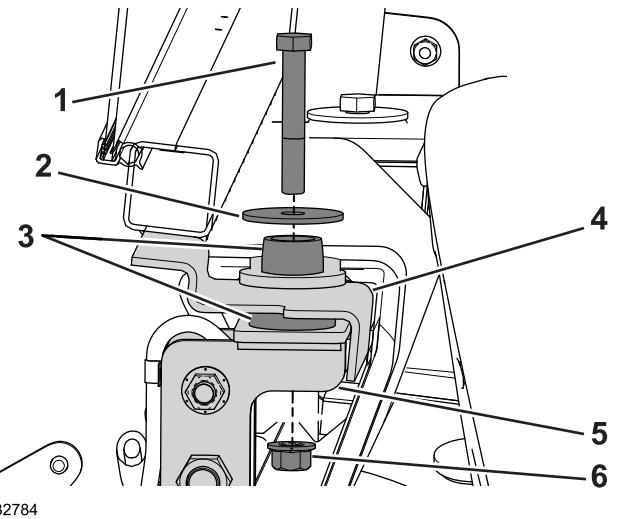

Figure 72
3. Insérez un support élastique dans chaque emplacement de montage sur le cadre de la cabine (Figure 72).
4. Fixez la cabine sur la machine à l'aide du boulon ($\frac{1}{2}'' \times 3\frac{1}{4}''$), de la grande rondelle et de l'écrou à embase (Figure 72).